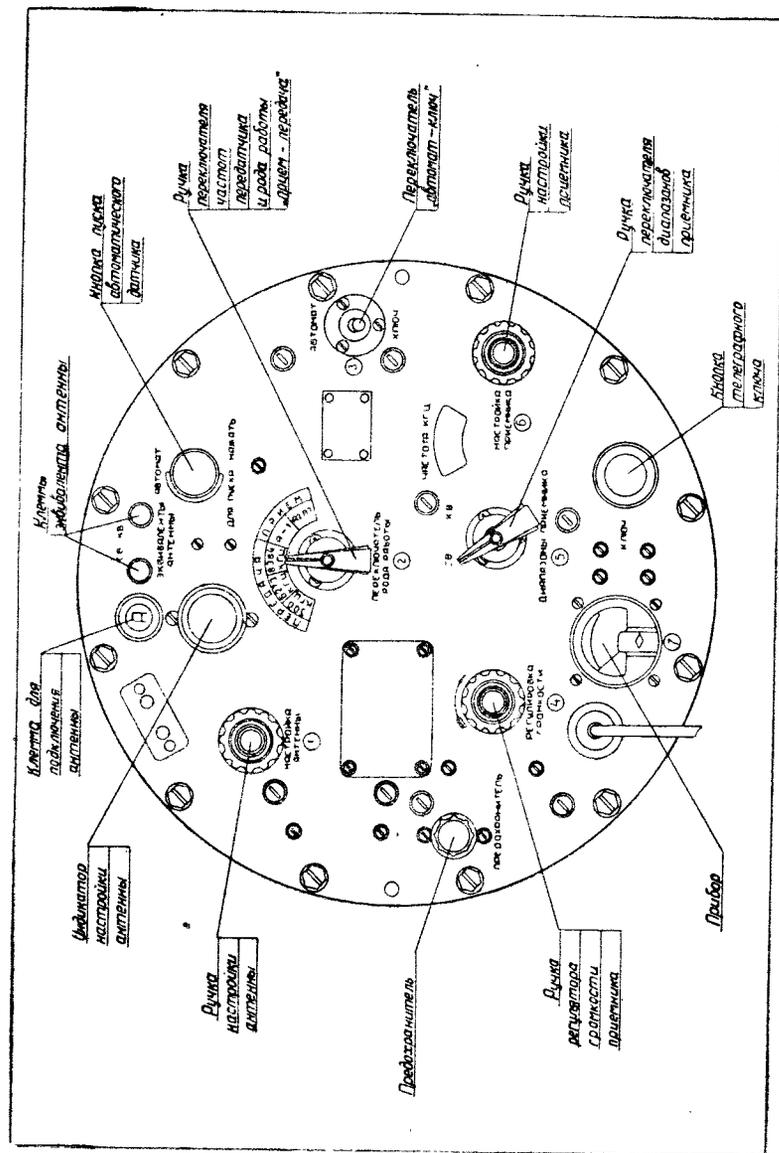

Рис. 3
14. Если нет сигнала, изменить направление антенны (рис. 3) и направить ее в ту же частоту 500 мГц и 200 мГц.
Под крышкой в верхней части кожуха радиостанции укреплена передняя панель, на которой расположены ручки управления радиостанции. Фотография лицевой панели радиостанции приведена на рис. 3.